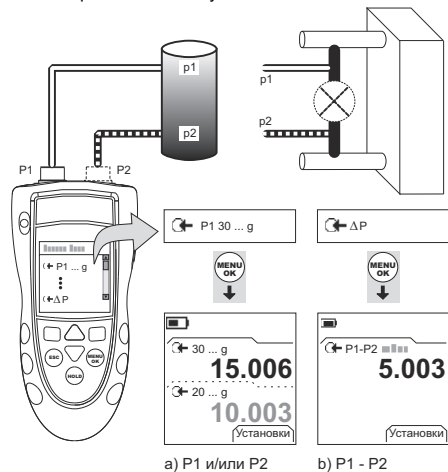

Рисунок 2: Пример конфигурации. Измерение давления
1. Подключите прибор (Рисунок 2) и при необходимости отрегулируйте Set Up (Настройка) (Таблица 1).
Примеры на Рисунок 2 показывают: